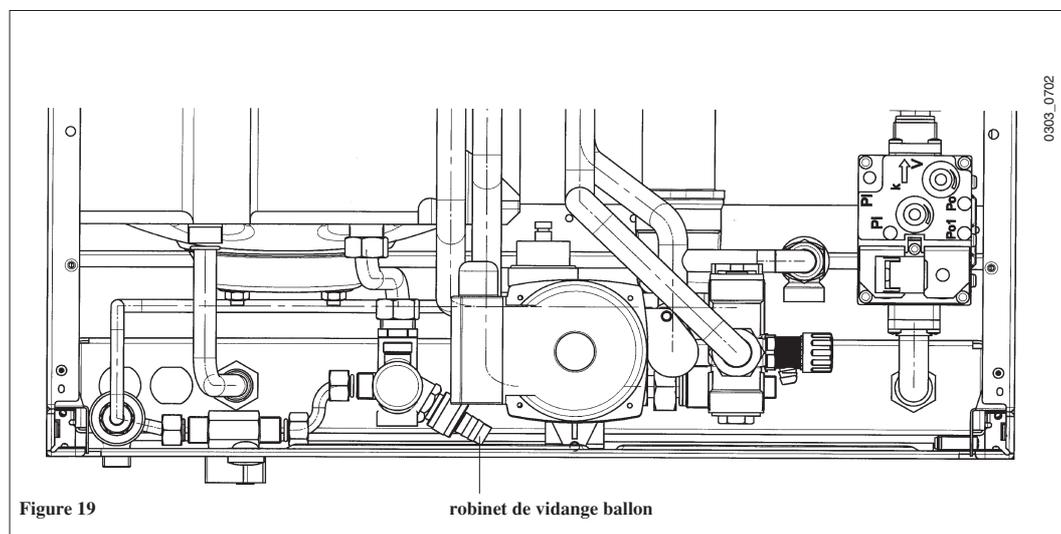

Figure 19
- * dévisser la bague du robinet de vidange prévu à cet effet (fig. 19);